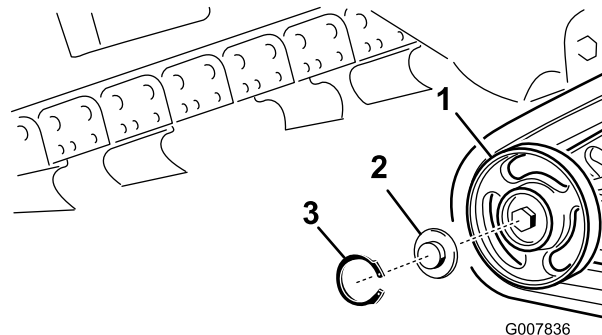

Figura 50
2. Rimuovere l'anello elastico e il tappo da una ruota non motrice (Figura 50).
3. Controllare il grasso sotto il tappo e attorno alla guarnizione (Figura 50). Se risulta sporco, sabbioso o consumato, eliminarlo completamente, sostituire la guarnizione e applicare del grasso nuovo.
5. Collocare il tappo ingrassato della ruota non motrice sulla testa del bullone (Figura 50).
6. Fissare il tappo della ruota con l'anello elastico (Figura 50).